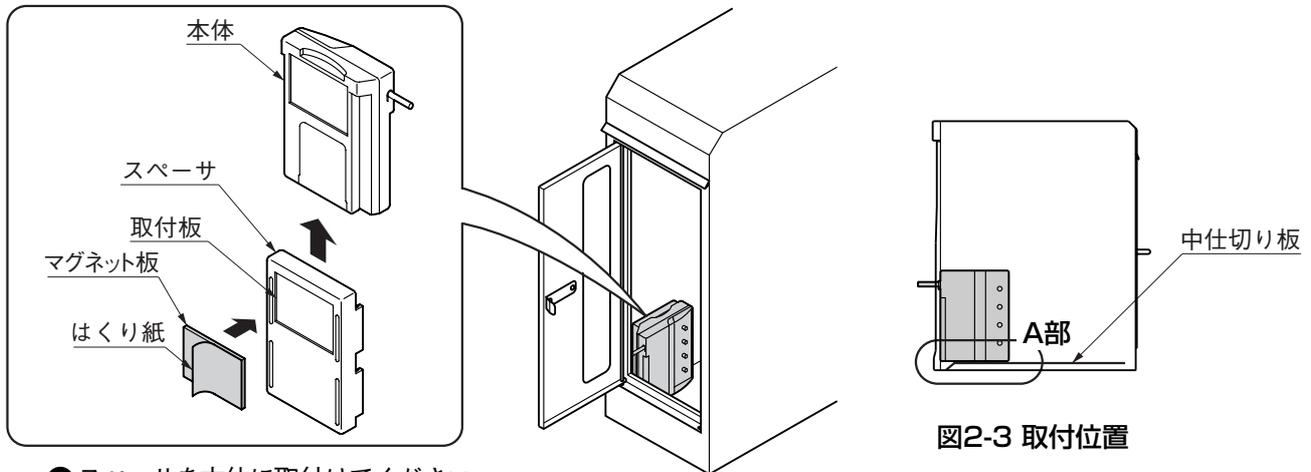

図2-3 取付位置
- ① スペースを本体に取付けてください。
- ② マグネット板のはくり紙をはがして、取付板がついている本体にマグネット面を磁力で取付けてください。
- ③ 図2-3を参照して、取出し口から見て左側のポスト内部に取付けてください。